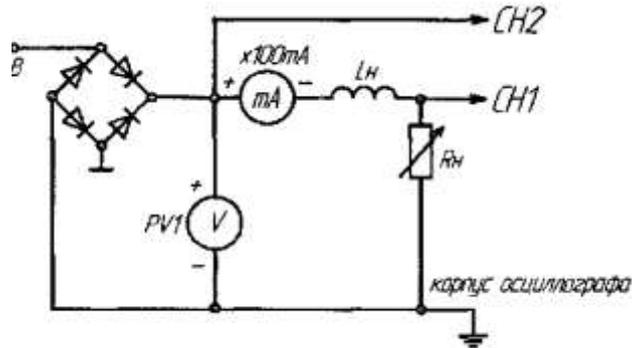

Рис. 3
- 1) Собрать схему по рис. 3. Включить один или два дросселя последовательно. Установить заданное значение тока нагрузки. На экране осциллографа наблюдать осциллограммы напряжений на входе и выходе фильтра;